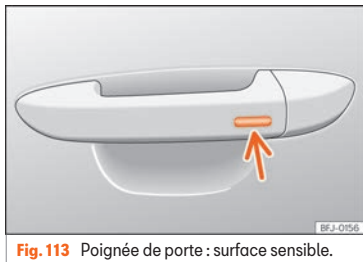

Fig. 113 Poignée de porte : surface sensible.
- Appuyez un doigt pendant quelques secondes sur la surface sensible de verrouillage » fig. 113 (flèche) de la poignée de porte jusqu'à ce que le toit ouvrant se ferme. Si vous cessez de toucher la surface sensible, la fonction d'ouverture/fermeture s'interrompt.